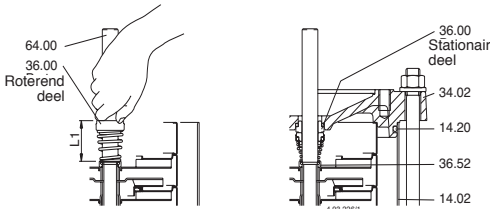

Fig. 5 Montage van de mechanical seal
Alvorens over te gaan tot demontage en montage, raadpleeg de doorsnedetekening (**paragraaf 14.**) en **fig. 5. 6.**
5. Verwijder de schroeven (61.07) en de lantaarnhouder (32.00), met ondersteuning (66.00) en koppeling (64.22) uit het bovenste deksel (34.02) en uit de as (64.00) (**fig. 5**).
Verwijder de mechanical seal (36.00), trek het roterende deel van de as (64.00) en het stationaire ring uit de deksel (34.02). Druk het roterende deel tot aan de steunring (35.52) over de as (64.00) zonder de veer in te drukken. Controleer de lengte voor en na plaatsing en licht het roterende deel op tot de juist aanvanghoogte (L1 in fig. 5). Juiste druk op de veer is gewaarborgd wanneer het stationaire deel is geplaatst en na borging van de as in de koppeling (L2 in fig. 6b).